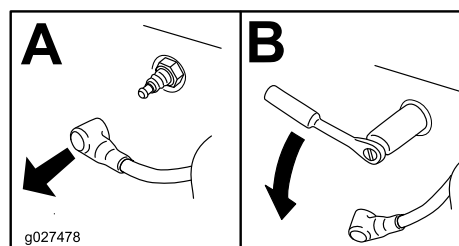

Figura 37
2. Retire la bujía, según se muestra en Figura 37.